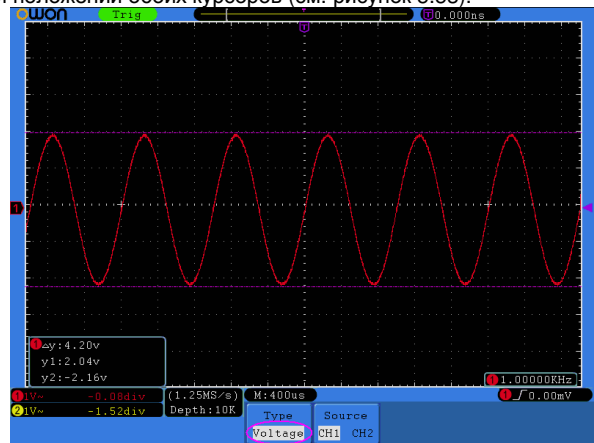

Рисунок 5.53. Вид осциллограммы при курсорных измерениях напряжения
4. В соответствии с особенностями измеряемой осциллограммы выберите положения курсора 1 и курсора 2 вращением регуляторов **VERTICAL POSITION** канала CH1 и канала CH2. В окне в левом нижнем углу окна отображения осциллограммы показывается разность потенциалов между курсорами и текущие значения положений обоих курсоров (см. рисунок 5.53).
4. В соответствии с особенностями измеряемой осциллограммы выберите положения курсора 1 и курсора 2 вращением регуляторов **VERTICAL POSITION** канала CH1 и канала CH2. В окне в левом нижнем углу окна отображения осциллограммы показывается временной интервал между курсорами, обратную ему величину с размерностью частоты, и текущие значения положений обоих курсоров (см. рисунок 5.53).